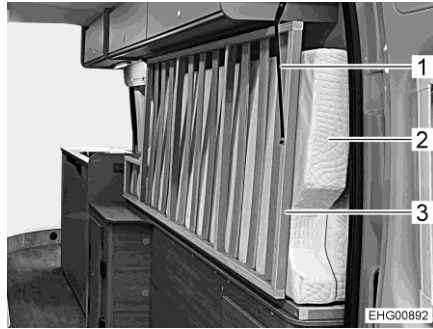

Fig. 54 Lit droit en position de transport
- Plier le matelas (Fig. 54,2) du lit droit (dans le sens de marche) sur sa longueur et le pousser sur son chant le plus à l'extérieur possible (voir Fig. 54).
- Rabattre le sommier (Fig. 54,3) du lit droit vers le haut.
- Bloquer l'extrémité arrière du sommier avec une sangle de retenue (Fig. 54,1).